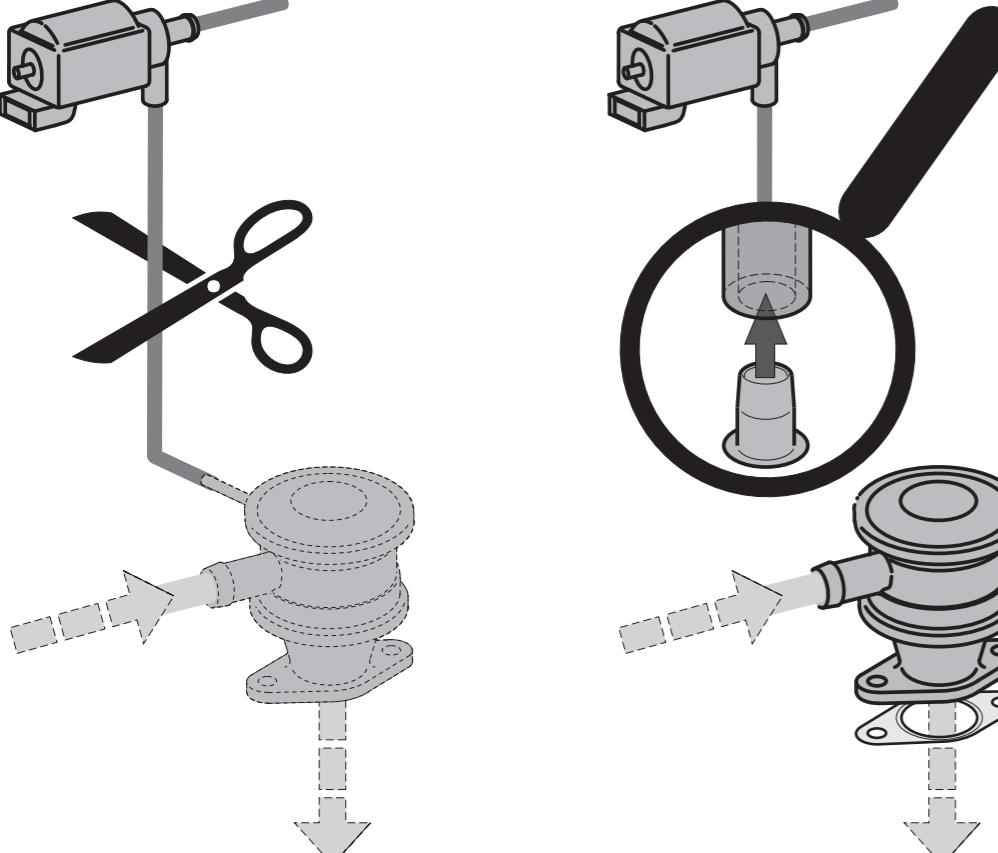

Abb. 1/Fig. 1/Рис. 1
Aus diesem Grunde muss nach einem Austausch der Unterdruckschlauch (2) mit dem mitgelieferten Verschlussstopfen (4) verschlossen werden (siehe Abb. 1).
For this reason, the vacuum hose (2) must be blocked using the supplied plug (4) (see Fig. 1), once a replacement has taken place.